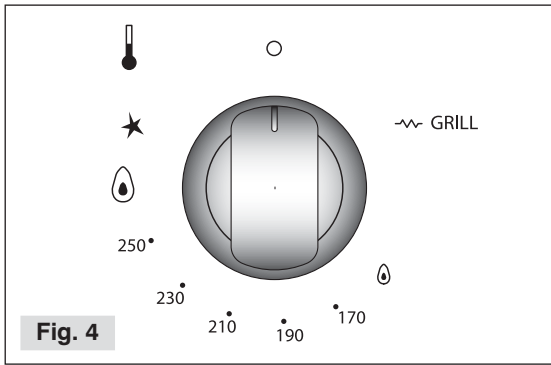

Fig. 4
2. En la posición CERRADO (O) oprima y gire, en sentido antihorario, el mando del Termostato/Grill hasta la posición MINIMO (Δ).
**Si al soltar el mando del Termostato/Grill el quemador se apagara, colóquelo en la posición de CERRADO (O) y aguarde 3 minutos antes de repetir la operación 3.**
4. Seleccione la temperatura deseada entre MAXIMO (Δ) y MINIMO (Δ). (Fig. 4)